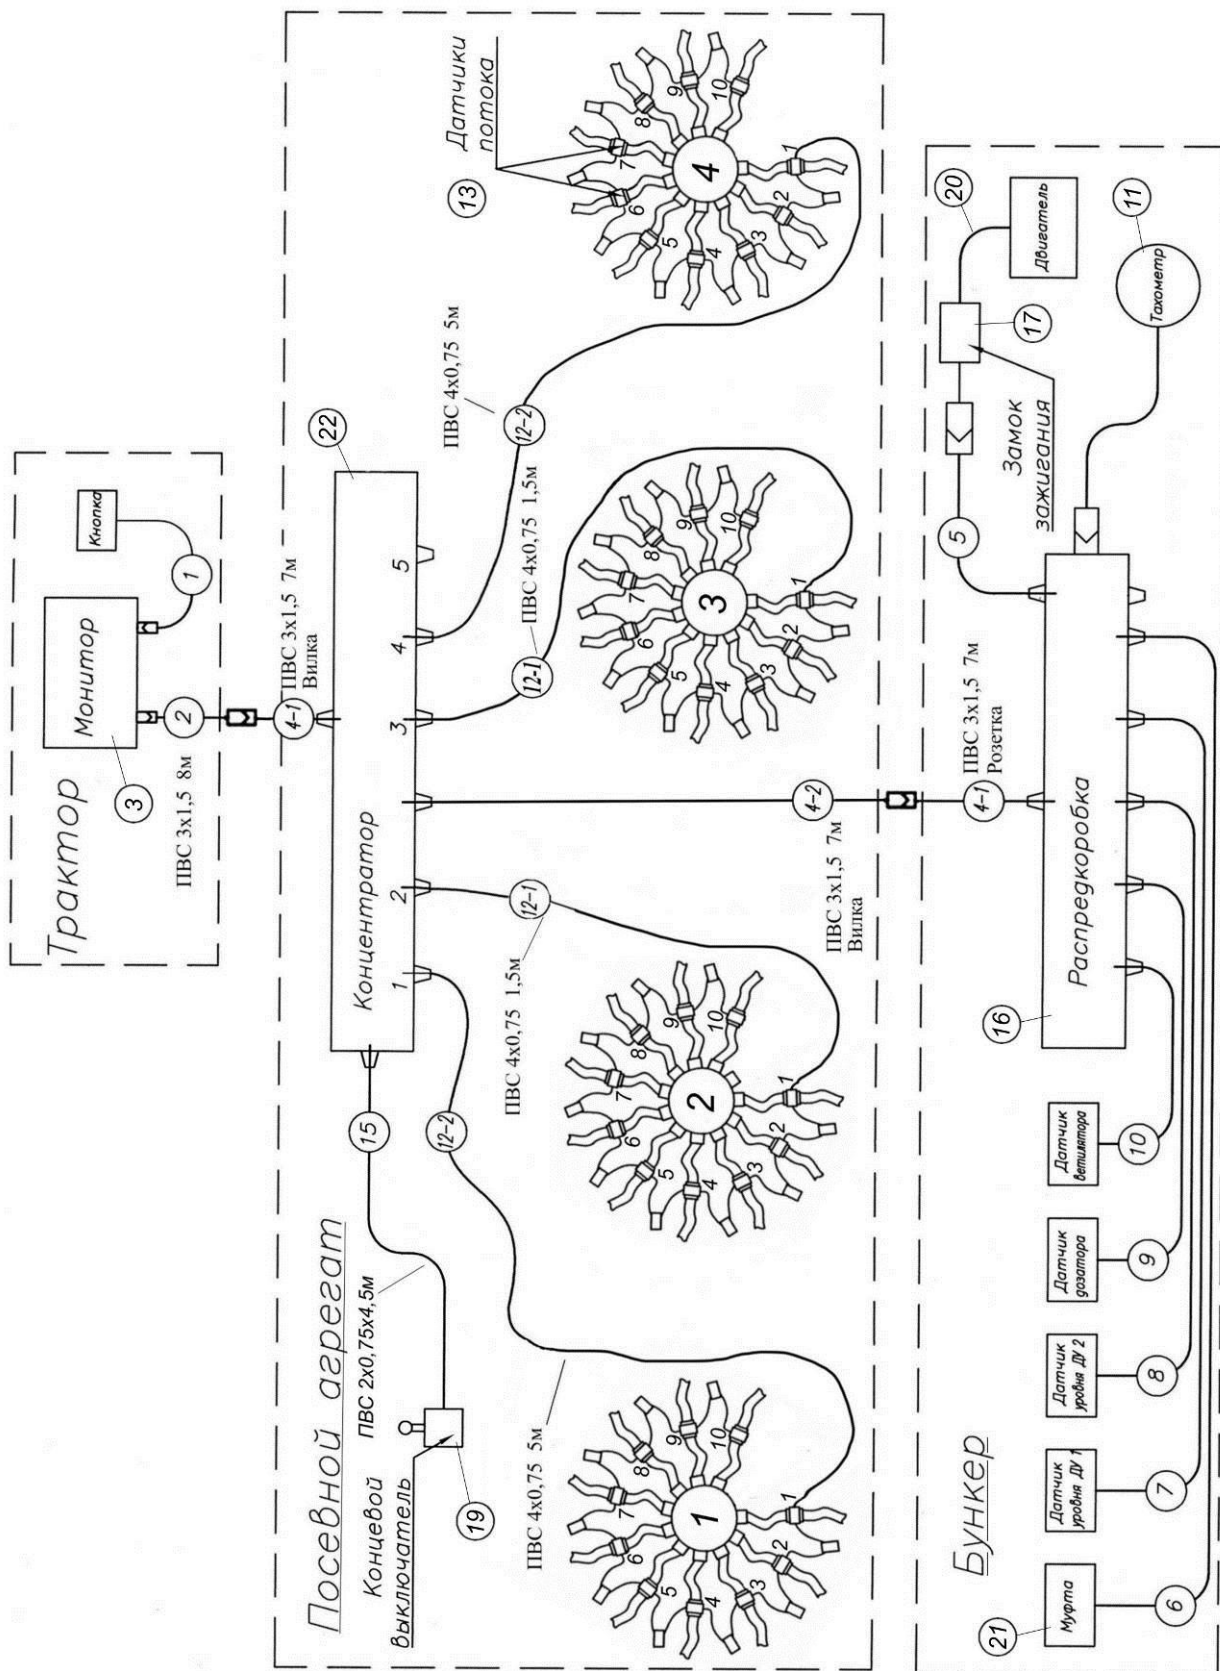

Рис. 7.2.1. Система электрооборудования для ПК «Кузбасс» с двухосным бункером
7.2.1.1. Система электрооборудования для ПК с одноосным бункером (рис. 7.2.1.1)